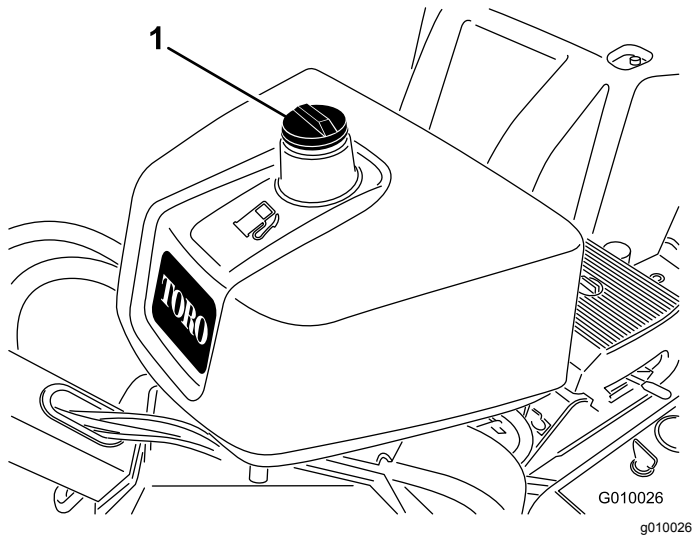

Figura 16
2. Pulite l'area attorno al tappo del serbatoio del carburante e rimuovetela (Figura 16).